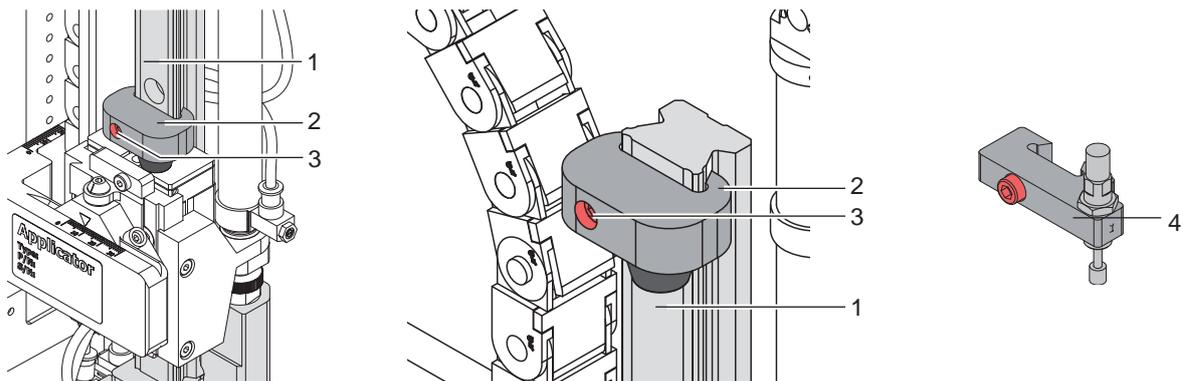

Figure 11 Butée comme sécurité de transport
L'applicateur est livré avec la butée (2) fixée sur la tige de guidage (1) dans sa position de sécurité (figure 11 - image de gauche) afin d'éviter le déplacement du système de pose pendant le transport. La position de pose en mode "Soufflage" sera réglée avec cette butée (2). Cette butée sera déplacée le plus haut que possible lors de l'étiquetage en mode "Tamponnage" (figure 11 - image du milieu).